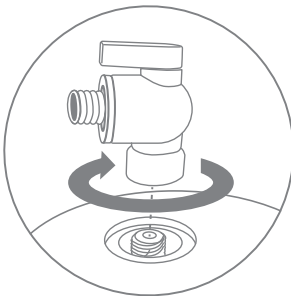

Рис. 17
1. Накрутите вентиль на резьбовой штуцер бака, используя идущее в комплекте уплотнительное кольцо (рис. 17). Запрещается применение дополнительных уплотнительных материалов, таких как фум-лента, сантехнический лен, герметик.